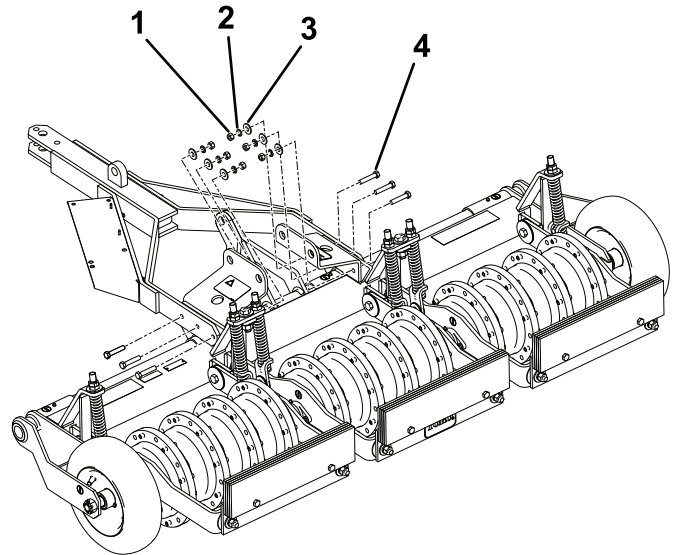

図 6
4. トンガアセンブリとブラケットを金具で 図 6 のように固定し、ナットを 5474N·m 9.3 11.4kg·m = 6783ft·lb にトルク締めする。